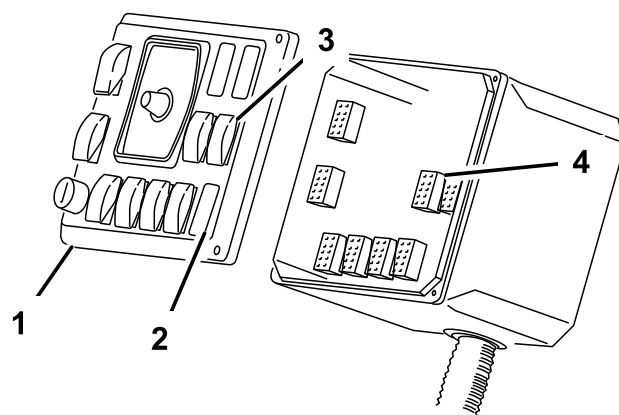

Figura 21
3. Instale el testigo en el taladro desde atrás, y sujételo al panel frontal con las fijaciones incluidas (Figura 21).
4. Retire el tapón del interruptor del Sonic Boom del panel de control e instale el interruptor basculante del Sonic Boom (Figura 21).
5. Localice y desconecte los tapones de los interruptores de elevación de los brazos (Figura 21).